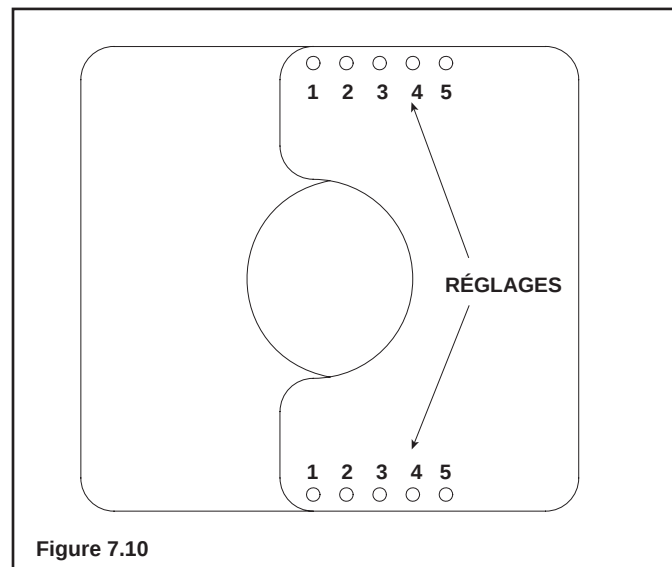

Figure 7.10
4. Centrez le restricteur de conduite de cheminée sur le conduit et fixez-le sur place à l'aide de deux vis en métal (voir Figure 7.10).